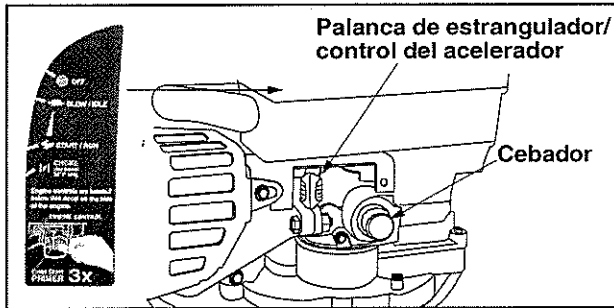

Figura 7
- Oprimir el cebador lentamente trace veces. Dejar pasar unos dos segundos entre cada empuje. No usar el cebador para volver a arrancar un motor caliente después de una parada corta. Ver la figura 7.
- Mover la palanca de estrangulador/control del acelerador a la posición ESTRANGULADOR. (Un motor caliente no siempre requiere el uso del estrangulador.) Ver la figura 7.